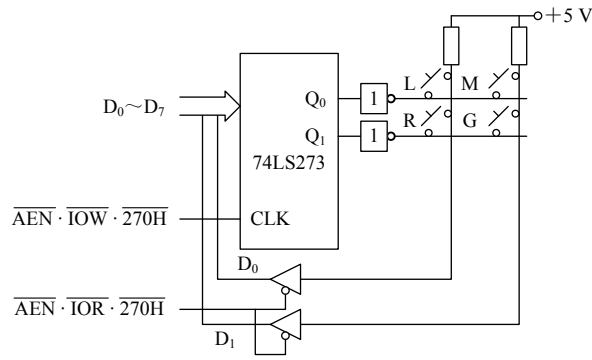

图 8.61 键盘接口
8.15 若键盘接口如图 8.61 所示。试编制连续扫描该键盘的键盘扫描程序。若 L 键按下，则程序转向 LPRINT；若 R 键按下，则转向 REGS；若 M 键按下，则转向 MODY；若 G 键按下，则转向 GOTO。